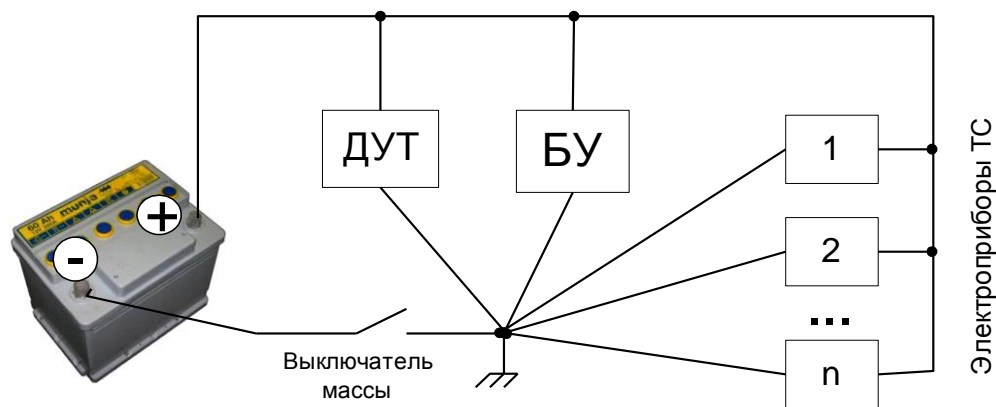

Рис. 9.1 - Правильное подключение общего провода
9.5 Общие провода "заземления" датчика (черный провод) и блока управления обязательно должны быть подключены к единой точке на шасси ТС, к которой подключена "масса" или "заземление" остальных электроприборов ТС (рис. 9.1):